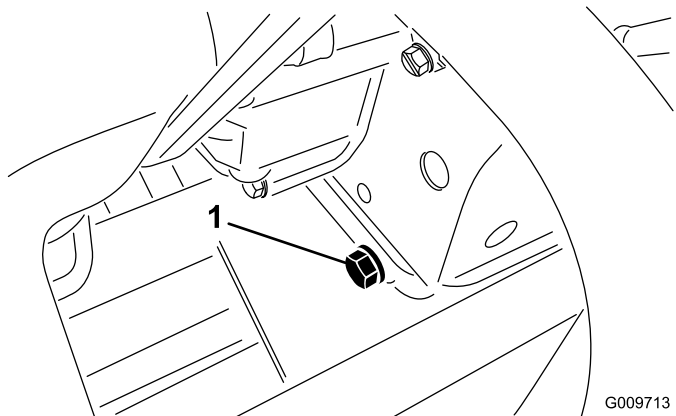

Figura 31
1. Retire el tapón de vaciado trasero (Figura 31) y deje fluir el aceite a un recipiente apropiado. Cuando el aceite deje de fluir, coloque el tapón de vaciado.